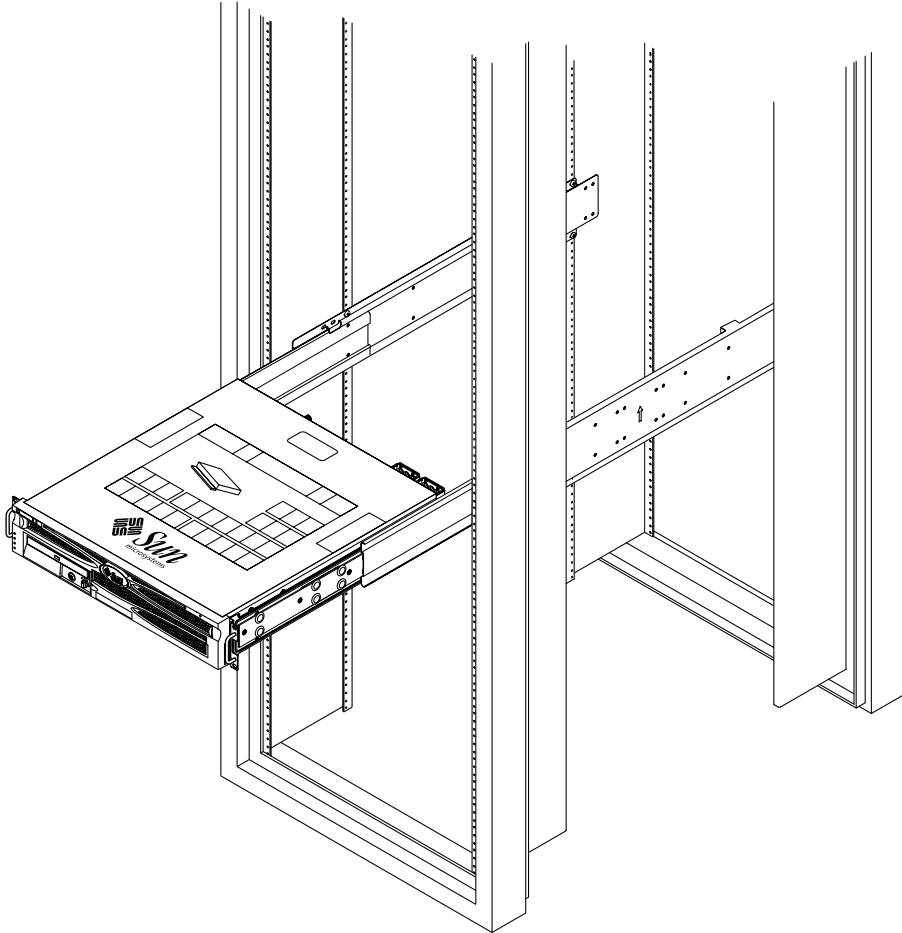

图 3-12 将系统滑入机架
14. 按下滑道上的按钮，使系统完全滑入机架中（图 3-12）。